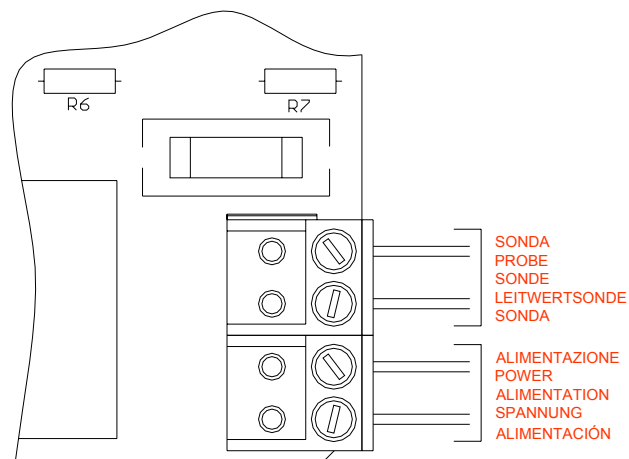

Fig. 3
- Conectar nuevamente el bornes en el circuito eléctrico y montar la parte anterior de la bomba con la ayuda de los tornillos de fijación; para el cableo véase la fig. 3.